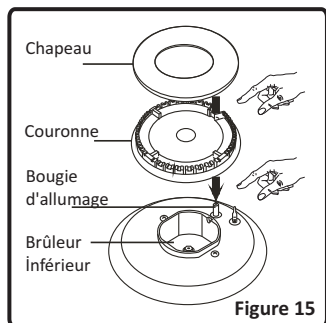

Figure 15
Après l'allumage, procédez à une vérification visuelle des flammes. Si vous voyez une pointe jaune, des flammes suspendues ou instables, fermez le robinet à gaz, et vérifiez si les chapeaux couronnes sont bien positionnés (fig.15).
- Enlevez les grilles émaillées, les chapeaux de brûleurs et les brûleurs supérieurs (Figure 15).